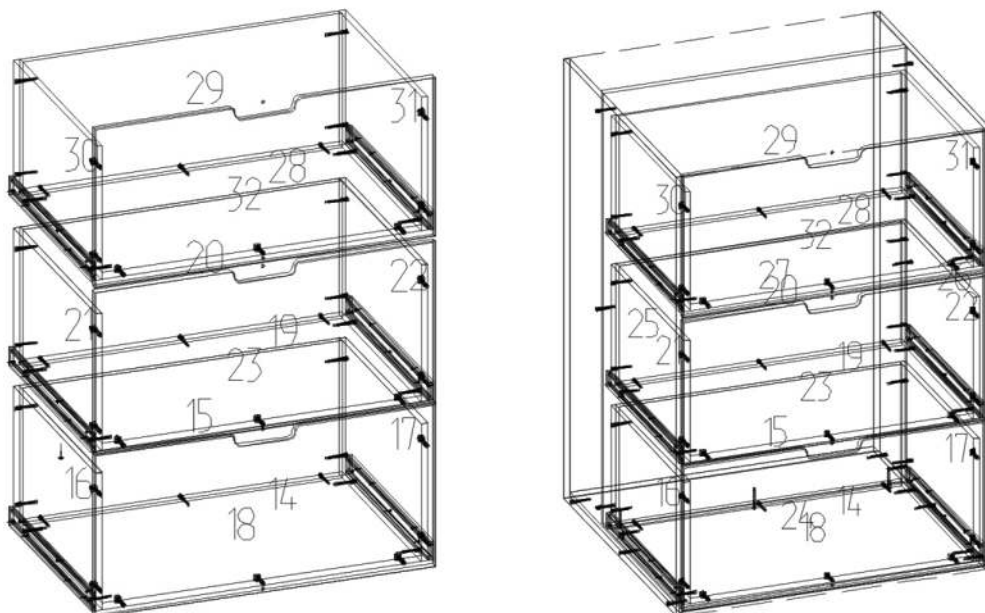

Рис. 4
- Собрать каркас 2 яруса. (рис.4) Использовать: поз. 1; 2; 3; 5; 6.